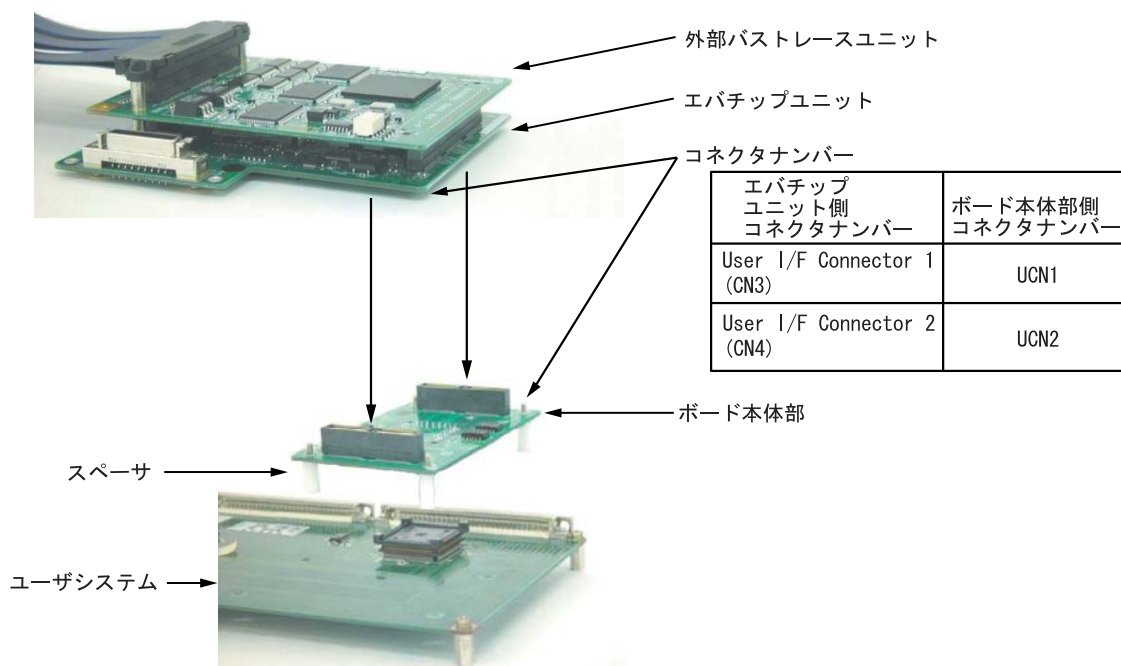

図3 エバチップユニットへの接続
- (1) ユーザシステムおよびエミュレータの電源が切れていることを確認してください。
- (2) ボード本体部とエバチップユニットのコネクタをコネクタナンバーに合わせて接続します(図3 参照)。
- (3) ボード本体部に付属しているスペーサをユーザシステムの状態に合わせて、高さを調整してください。